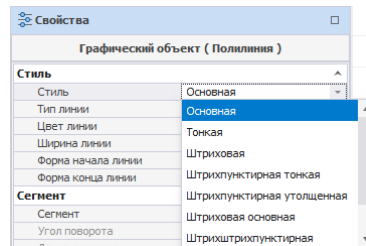

Рис. 291 Поле «Стиль»
- Стиль – выпадающий список с выбором стиля линии (основная, тонкая, штрихпунктирная и т.д.), Рис. 291;